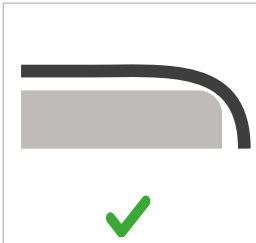
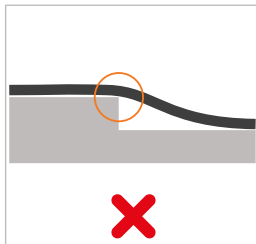

Figure 5
Figure 8
- ▶ Ne pas tirer le flexible de pression sur des bords saillants (Figure 5 à Figure 8).